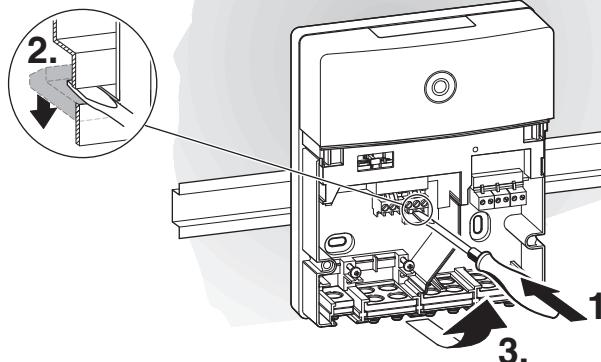

Fig. 8
- Alla rimozione del modulo dalla guida di montaggio attenersi alla fig. 8 a pag. 19.